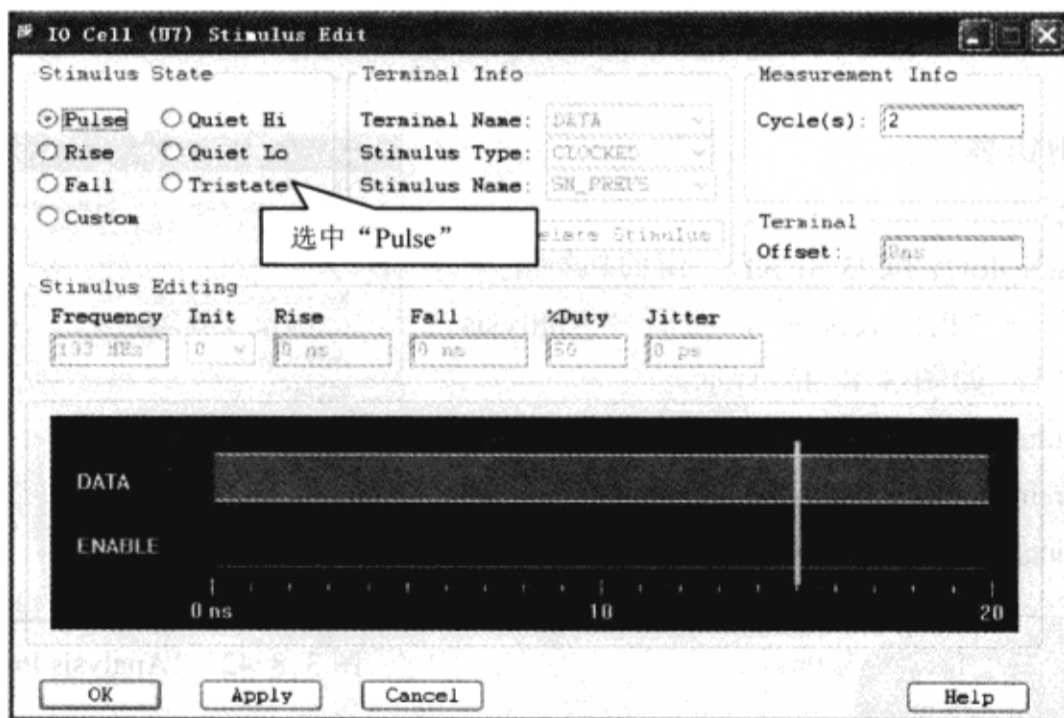

图 3-8-43 “IO Cell (07) Stimulus Edit” 窗口
(3) 单击驱动元器件 U7 上面的文字 “TRISTATE” → 弹出 “IO Cell (07) Stimulus Edit” 窗口, 如图 3-8-43 所示。